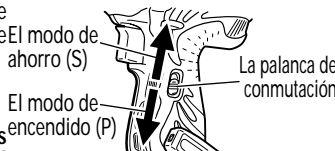

Fig. 13
Tal y como se muestra en la Fig. 13, cuando la palanca de conmutación se desliza hacia el lado inferior, se activa el modo de encendido (P). Y, cuando se desliza hacia el lado superior, se activa el modo de ahorro (S).